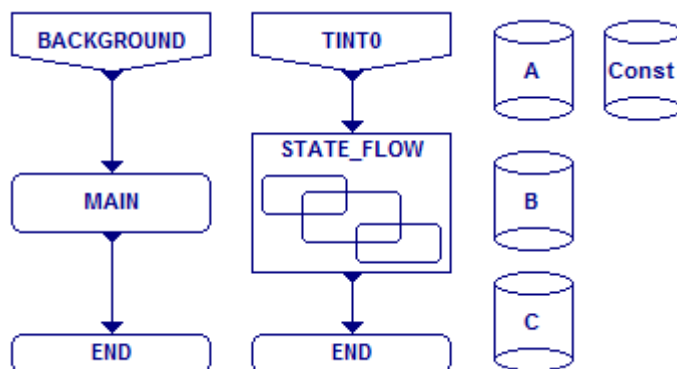

Рис. 95. Вид собранной схемы
5. Полученная промежуточная схема представлена на рис. 95.